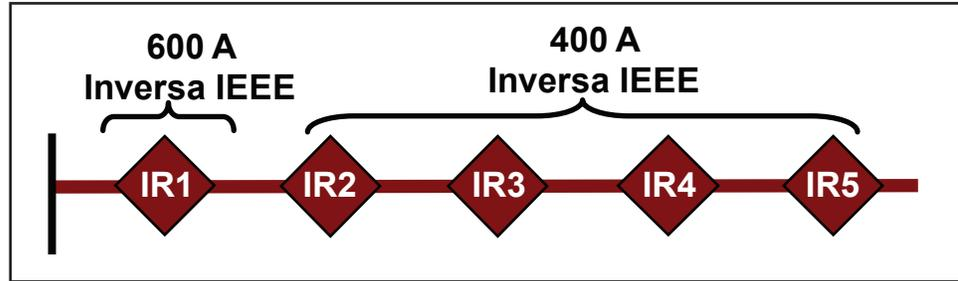

Figura 23. Falla permanente de la CEC; todos los interruptores de fallas IntelliRupter están cerrados y coordinados.
- Todos los interruptores de fallas IntelliRupter están cerrados y coordinados, donde es posible. Vea la Figura 23 en la página 44.